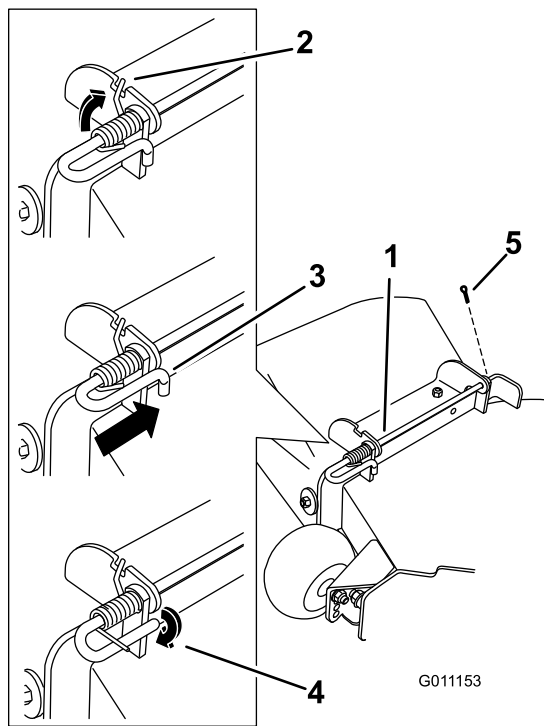

Bild 71
5. Heben Sie das lange Ende der Feder an und setzen es in die Kerbe an der Ablenkblechhalterung (Bild 71).
6. Befestigen Sie die Stange und Feder, indem Sie diese so drehen, dass das kurze Ende der Stange hinter die vordere Halterung passt, die an das Mähwerk geschweißt ist (Bild 71).
7. Setzen Sie den Splint ein (Bild 71).